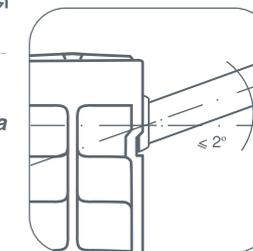

рис. 5
**!** *Во избежании аварии допустимо отклонение оси коллектора радиатора от подводящих труб не более 2° (рис. 5).*